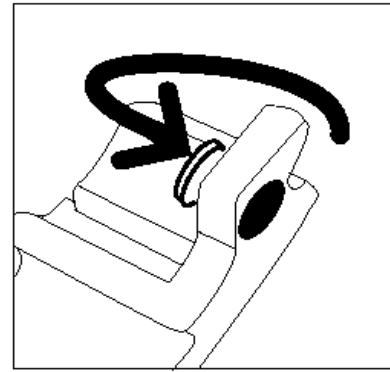

Figure 24 : Élimination du récupérateur usagé
- 7** Placez le récupérateur de développeur plein dans un sac en plastique (voir la figure 24) et jetez-le conformément à la législation en vigueur dans votre pays.